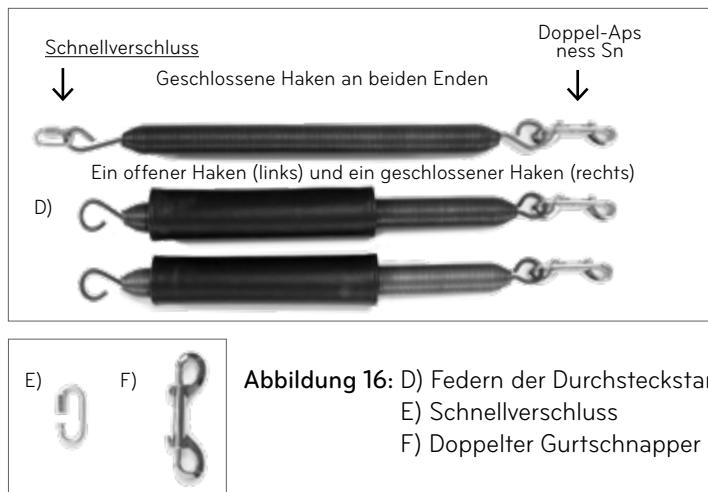

Abbildung 16: D) Federn der Durchsteckstange
9. Befestigen Sie die Feder der Durchsteckstange mit dem Schnellverschluss an einem der äußeren Augenbolzen des oberen Querohres. Die anderen zwei (2) Federn des Durchsteckbügels werden mit den offenen Haken an den Augenschrauben des Reformer-Rahmens befestigt. Siehe Abbildung 16 als Referenz.